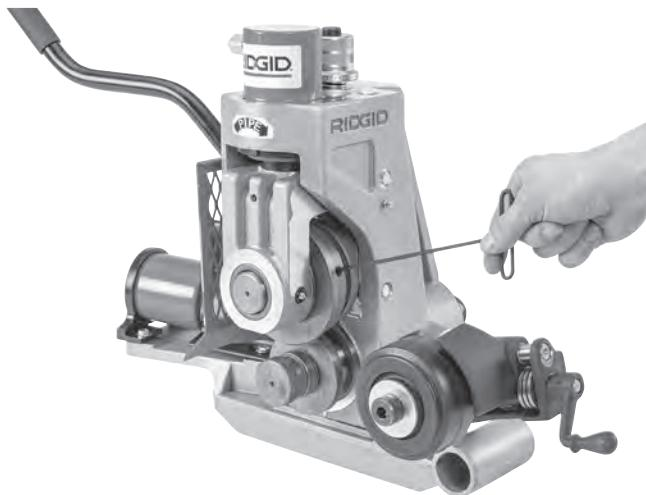
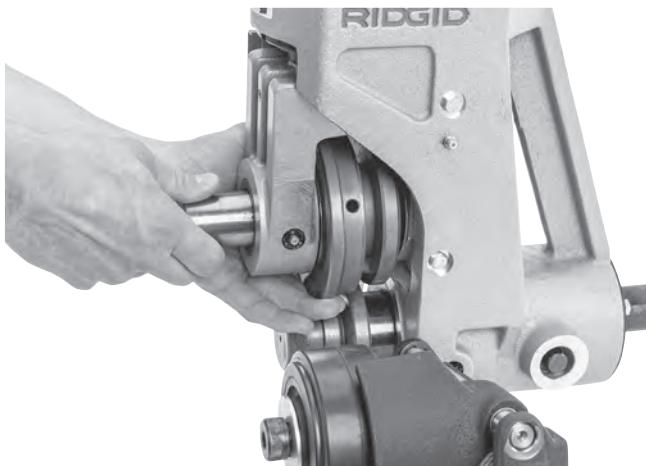

Abbildung 24 - Lösen der Stellschraube der Nutrolle
Abbildung 25 - Haltewelle und Nutrolle ausbauen
- Lösen Sie die Stellschraube der Nutrolle (Abbildung 24). Greifen Sie die Nutrolle und entfernen Sie die obere Welle und die Nutrolle aus dem Rollnutgerät (Abbildung 25).